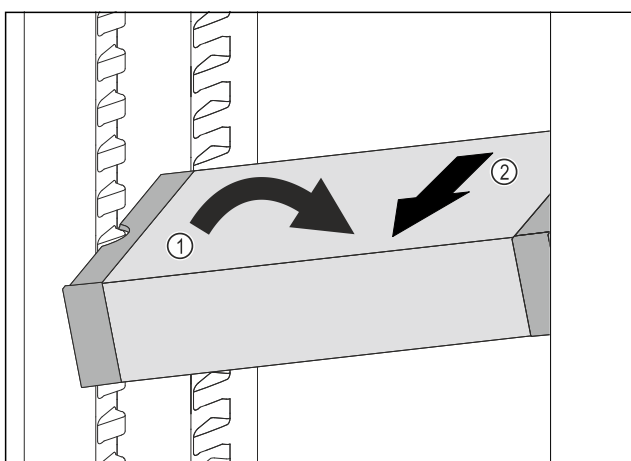

Fig. 138
- Vendosni VarioSafe pjerrtas në pjesën e ftohjes. Fig. 138 (1)
- Hiqni VarioSafe për nga përpara. Fig. 138 (2)